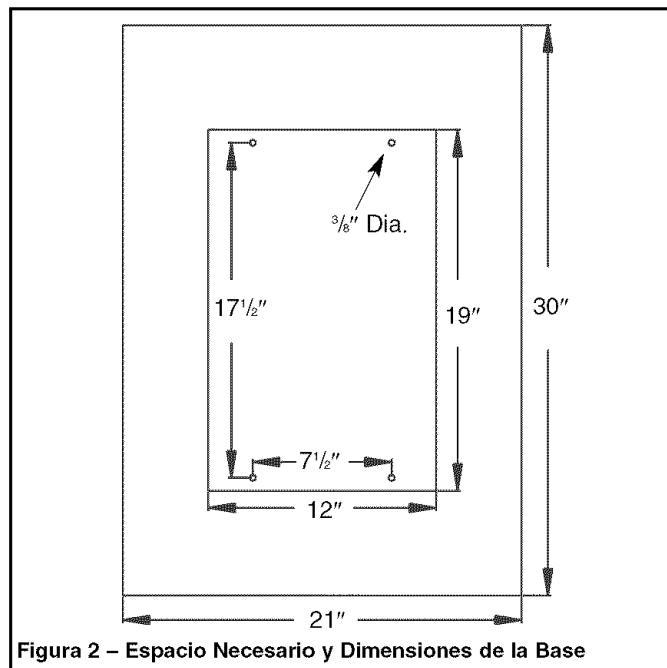

Figura 2 – Espacio Necesario y Dimensiones de la Base
Consulte la Figura 2.
- La Figura 2 muestra las dimensiones de la base, los orificios de montaje y el espacio necesario para colocar el conjunto de la mesa y el conjunto de la correa en posición horizontal.